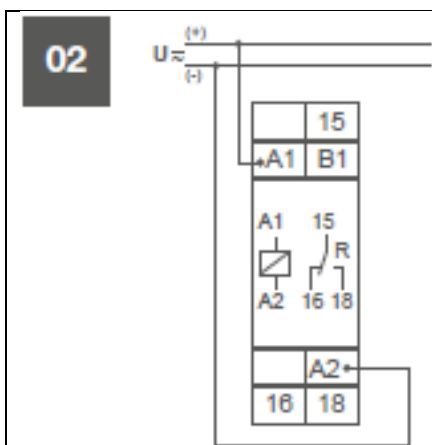

Fig. 02: vekselkontakt R styres av spenning av/ på, på spole
<p>04</p>  <p>Tidsrele, forsinket PÅ: (som EZD100) - sett funksjonsvelger i posisjon E:</p>	<p>Fig. 4, tidsrele forsinket PÅ (E): Se koblingsskjema fig. 02.</p> <p>Med styrespenning på klemme A1 og A2, innstilt tidsintervall t starter - grønn LED U/t blinker. Etter utløpt tidsintervall t - grønn LED U/t lyser, kontakt R veksler til PÅ – posisjon, gul LED lyser. Vekselkontakt R (1 no-nc) – klemmer merket 15-16-18 - veksler fra forbindelse mellom 15-16, til forbindelse mellom 15-18. Dette forblir releets status, til styrespenning avbrytes.</p> <p>NB: Hvis styrespenning avbrytes før utløpt tidsintervall t, slettes dette intervallet, og nytt tidsintervall startes neste gang styrespenning tilføres.</p>
<p>07</p>  <p>Tidsrele, spenningskontrollert PÅ: - sett funksjonsvelger i posisjon Wu:</p>	<p>Fig. 7, tidsrele spenningskontrollert PÅ, (Wu): Se koblingsskjema fig. 02.</p> <p>Når forsyningsspenningen U tilføres, aktiveres utgangsreléet R (gul LED lyser) og innstilt tid t begynner å løpe (grønn LED U/t blinker). Etter tid t (grønn LED U/t lyser) utgangsreléet faller ut (gul LED lyser ikke). Denne tilstanden forblir til forsyningsspenningen avbrytes.</p> <p>NB: Hvis forsyningsspenningen brytes før tiden t har gått, faller utgangsreléet ut. Tiden som allerede har gått slettes og startes på nytt neste gang forsyningsspenningen tilføres.</p>
<p>09</p>  <p>Tidsrele, blinkrele med pausestart: - sett funksjonsvelger i posisjon Bp:</p>	<p>Fig. 9, tidsrele, blinkrele med pausestart (Bp): Se koblingsskjema fig. 02.</p> <p>Når forsyningsspenningen U tilføres, begynner den innstilte tiden t å løpe (grønn LED U/t blinker). Etter at tiden t er utløpt, aktiveres utgangsreléet R (gul LED lyser) og innstilt tid t begynner å løpe igjen. Etter at tiden t har gått, faller utgangsreléet ut (gul LED lyser ikke).</p> <p>NB: Utgangsreléet styres i forholdet 1:1 inntil forsyningsspenningen brytes</p>